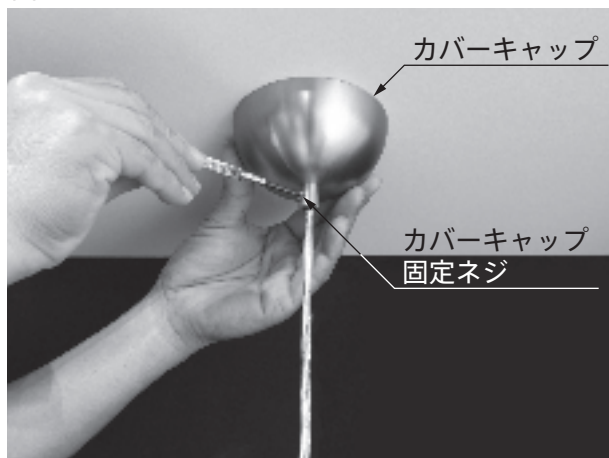

図 7
7. 本体にシェードカバーを差し込み、締付ナットにて固定します。(図7、8)